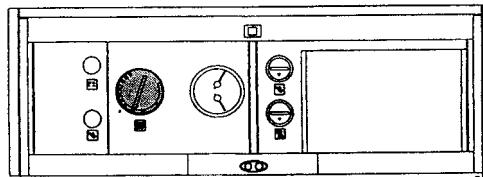

Рис. 4.3
- установите требуемую температуру срабатывания регулирующего термостата котла (рис. 4.3). Эта операция не требуется, если котел управляемся от регулятора комнатной температуры;